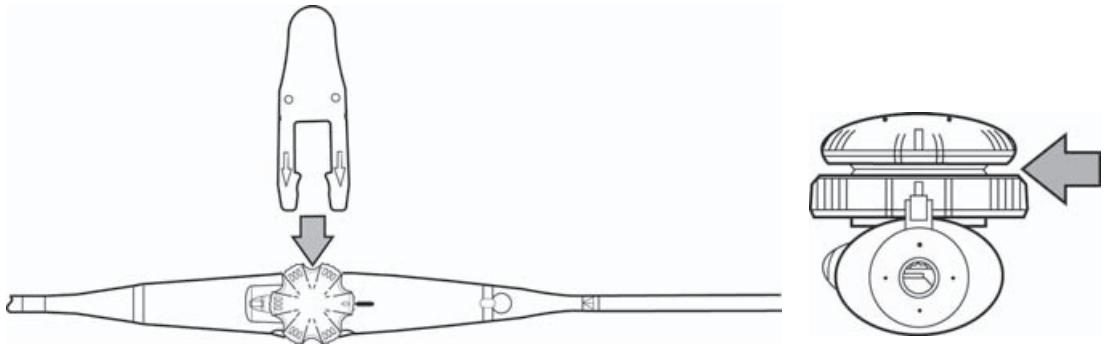

Abbildung 5 Einführung des Punktionswerkzeugs
- 1 Ein Punktions-testwerkzeug unter die Steuerung der Abtastebene einführen, siehe Abbildung 5. Das Punktions-testwerkzeug liegt dem TEExi- und TEEexp-Schallkopf bei.